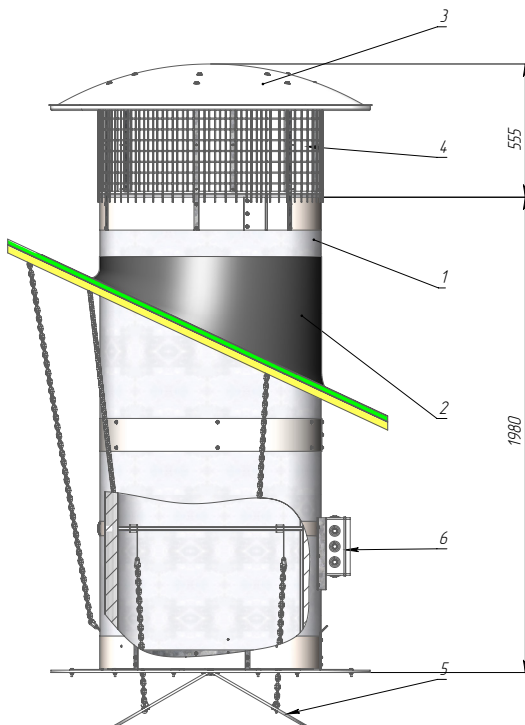

Рис. 4 – Устройство и габаритные размеры камина VBP с управляемым двустворчатым рассекателем
3.4 Габаритные размеры приточного вентиляционного камина типа VBA без секции подмешивания с управляемым клапаном (Рис. 4).